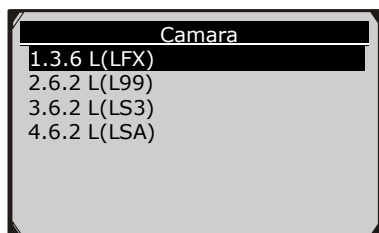

Figura 6.6
- 5) Siga las entradas de imagen para seleccionar el modelo correcto del motor. (Figura 6.6)